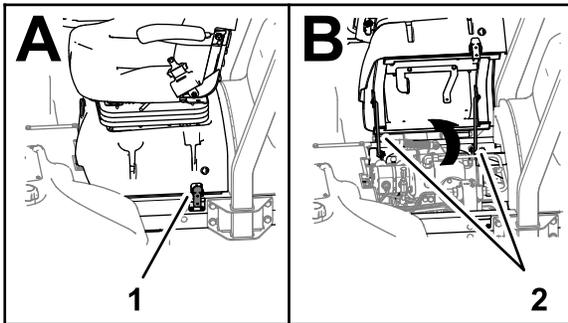

Figura 4
1. Desencaixe a base do banco, incline o banco e a base aberta, e apoie-o com as barras de apoio (Figura 4).